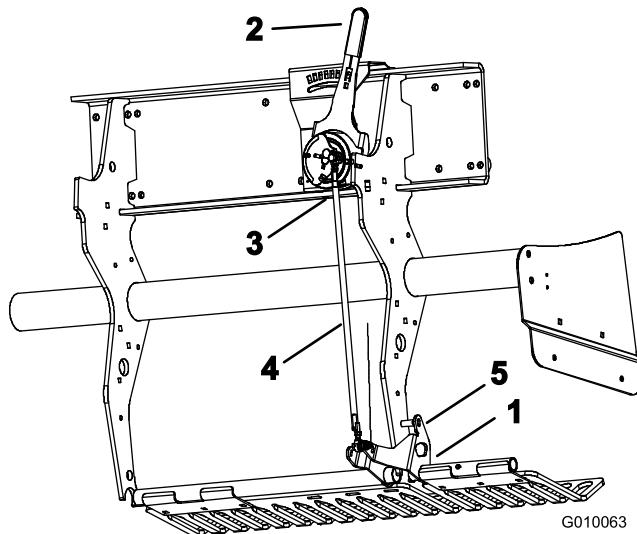

図 58
- 左ターフガード取り付けブラケット（図 58）を上に回転させて、固定ピン（ $5/16"$ のドリルビットかボルトを使う）を、ブラケットと深さ設定チューブの間に挿入する。
- 深さ調整タイロッドのジャムナット（左右）をゆるめる（図 58）。
- タイン深さレバー（図 58）を H に設定（一番深い設定に）する。
- アウトボード・ボールスイッチ（図 58）をワイヤハーネス（ヘッド降下スイッチ）から外す。